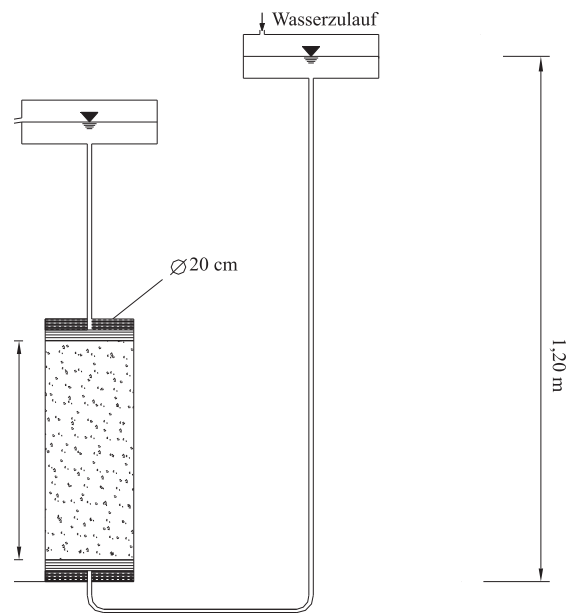

Abbildung 1.2: *Laborversuch*
- 1.1 Im Laborversuch wird mit dem in Bild 1.2 dargestellten Versuchsaufbau für eine entnommene Bodenprobe ein konstanter Durchfluss von  $Q = 0,01 \text{ l/s}$  gemessen (im Versuch wird Druckhöhe konstant gehalten). Ermitteln Sie den Durchlässigkeitsbeiwert  $k$ .